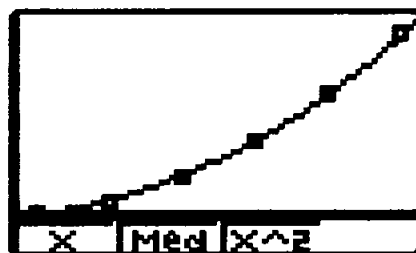

図5 散布図とその回帰グラフ
②グラフ(散布図)を表示させ、グラフ関数電卓の2次回帰機能を実行させる。図5は散布図上に回帰によって得られたグラフが重なった図である。
③回帰によって得られたグラフのパラメータから